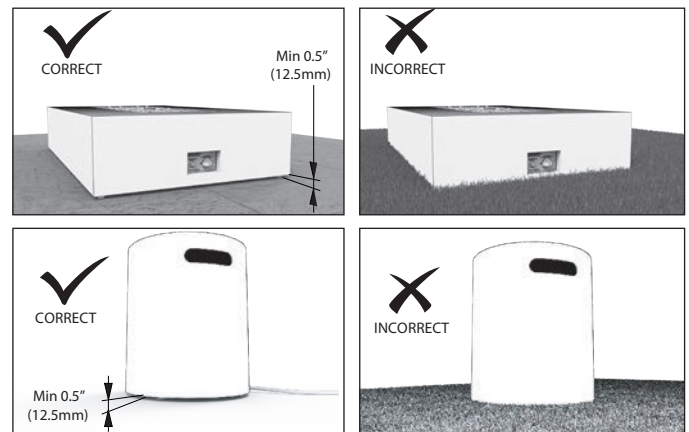

Imagen 1
2. No coloque la chimenea sobre la césped, césped artificial, alfombra, roca o cualquier superficie irregular. Ver imagen 1.
4. Siga las mismas instrucciones anteriores para la cubierta del tanque de gas LP (si se compró). Ver imagen 1.